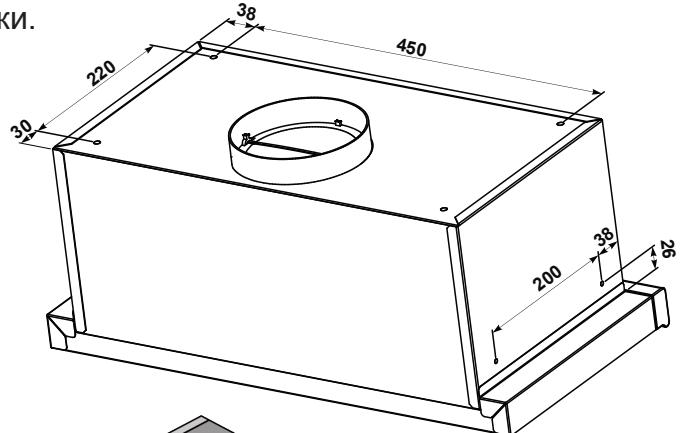

Рис.4
6.6 Кріплення витяжки здійснюється 4 метричними гвинтами M5x35, що вкручуються зсередини навісної шафи в різьбові гайки M5, приклепані до верхньої площини корпуса витяжки (рис.4 / 4.1).